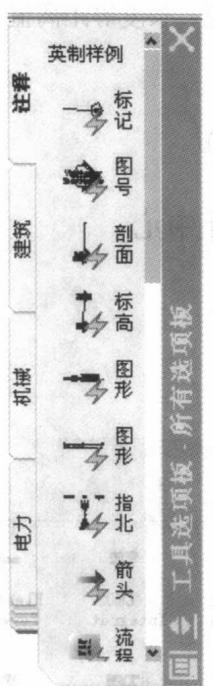

图 1-7 工具选项板
(1) “工具”菜单栏→工具选项板窗口(图1-7)
(2) Ctrl+3
(3) 点击“工具”菜单栏上图标“”
5. 绘制实训图 1-7 所示的斜切圆柱三视图。